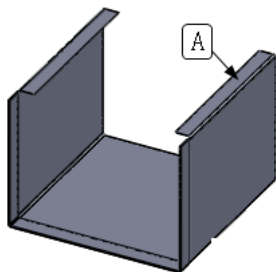

图 10-154 选择绘图基准面
(7) 选择绘图基准面。单击钣金件的面 A，单击“标准视图”工具栏中的（正视于）按钮，将该基准面作为绘制图形的基准面，如图 10-154 所示。